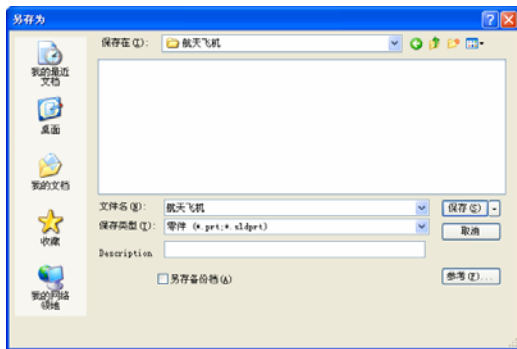

图 8-3 “另存为”对话框
③ 保存文件。选择菜单栏中的“文件”→“保存”命令，或者单击“标准”工具栏中的“新建”图标，此时系统弹出如图 8-3 所示的“另存为”对话框。在“文件名”一栏中“输入航天飞机”，然后单击“保存”按钮，创建一个文件名为“航天飞机”的零件文件。